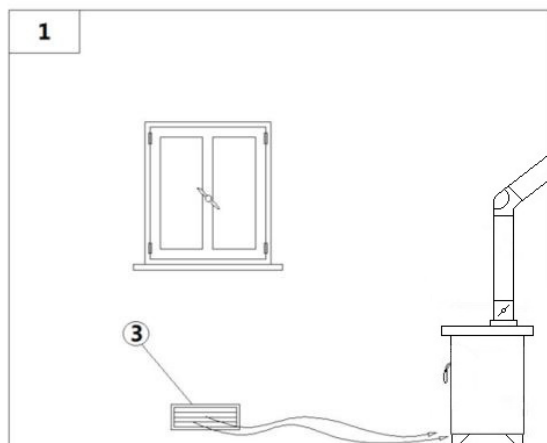
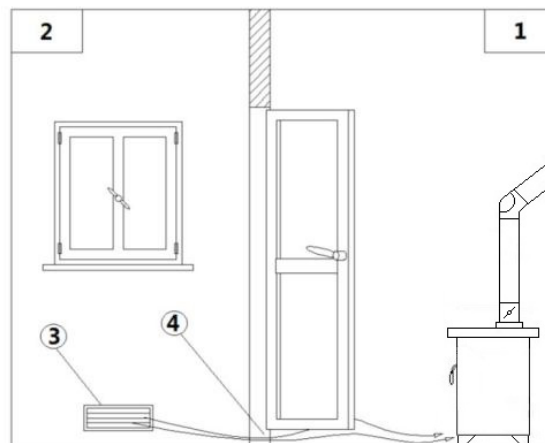

Fig. 6 - Fluxo de ar direto
Fig. 7 - Fluxo de ar indireto
LEGENDA Fig. 6 pág. 27-Fig. 7 pág. 27
- O fluxo de ar entre o exterior e o local pode ser feito por via direta, através de abertura na parede externa do local (ver Fig. 6 pág. 27); ou então por via indireta, através da entrada de ar do locais adjacentes àquele a ventilar (ver Fig. 7 pág. 27).